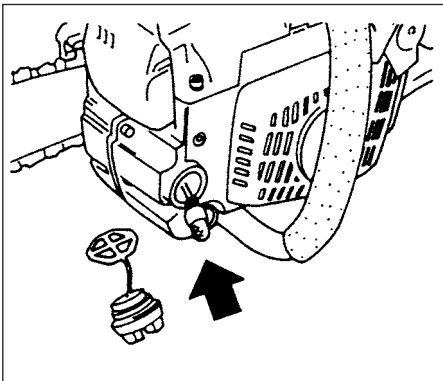

Fig.3-8
**Filtro del aceite de la cadena (Fig. 3-8)**